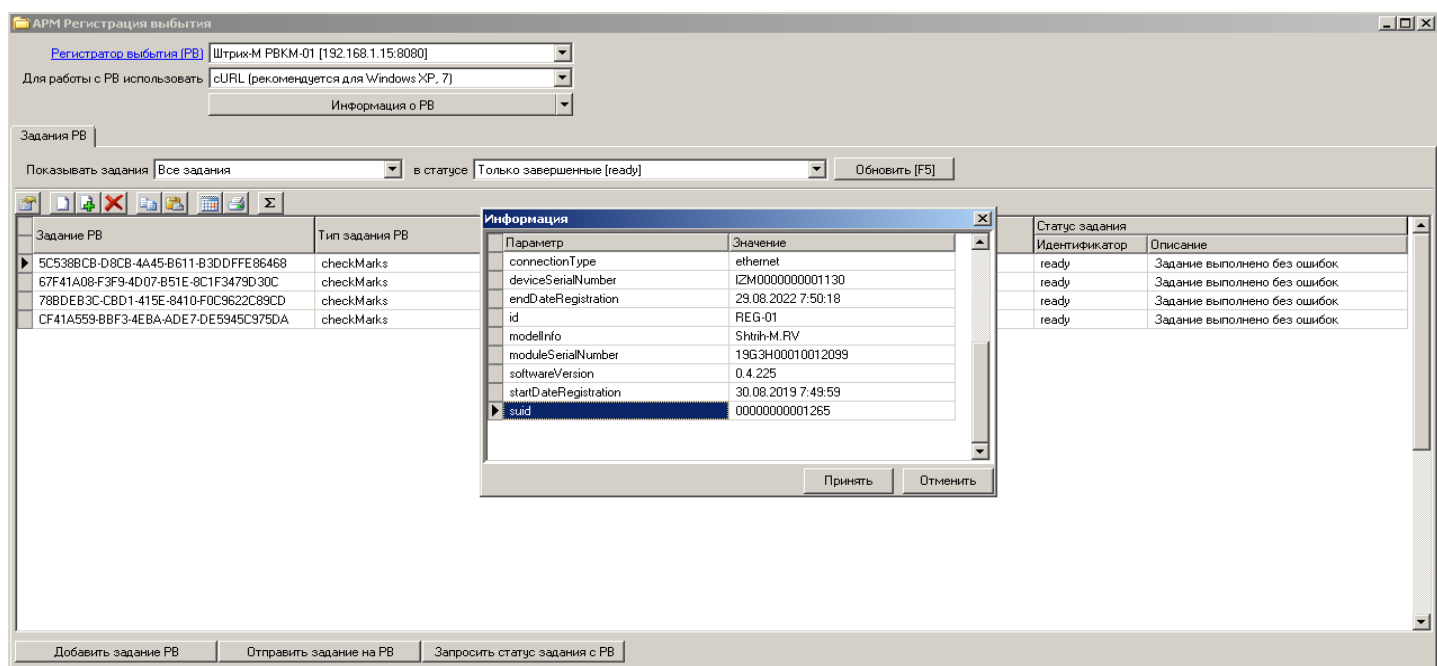

Рис.6
- 7.5. Кнопка «Информация об РВ» позволяет опросить РВ и получить его статус. Это дает возможность определить, доступен ли РВ в сети и можно ли осуществлять обмен с ним, см. Рис.6.